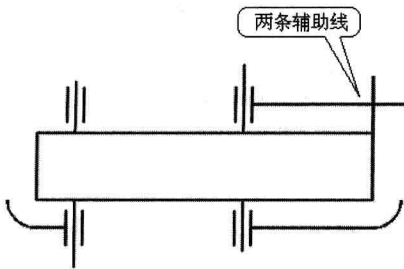
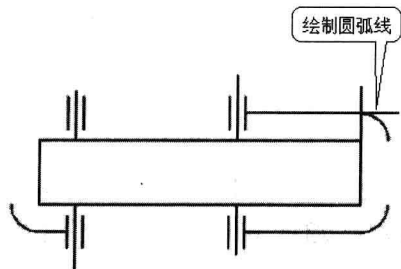

图 2-3 绘制两条辅助线
图 2-4 绘制好一条直线与圆弧段
**步骤 1** 绘制好下面图 2-3 所示的两条辅助线, 然后使用 PLINE 命令绘制一条直线与圆弧段, 结果如图 2-4 所示, 对话过程如下所述。